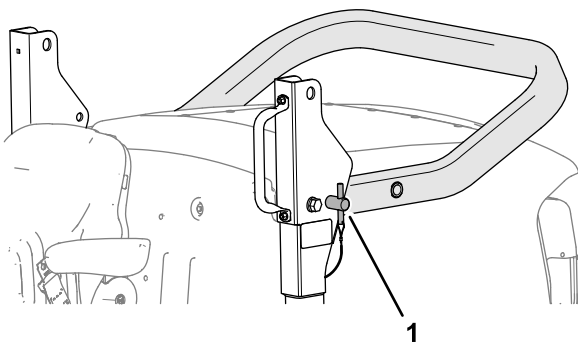

Figura 28
- Retire os pinos da barra de segurança dos suportes da articulação (Figura 28).